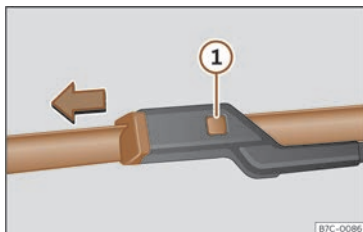

**Fig. 38** Remplacement des balais d'essuie-glace.
- Maintenez la touche de déverrouillage » fig. 38 ❶ enfoncée en tirant légèrement le balai dans le sens de la flèche.